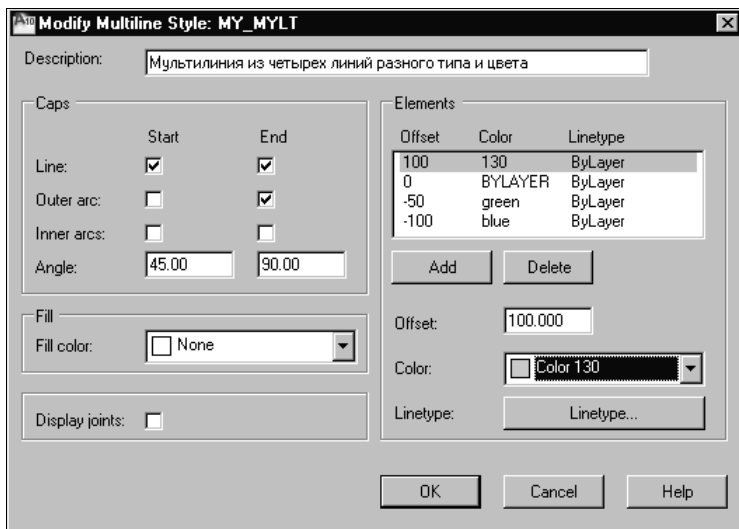

Рис. 7.16. Редактирование стиля мультилинии
4. В появившемся диалоговом окне **Modify Multiline Style** (Редактирование стиля мультилинии) выполните необходимые изменения в свойствах элементов мультилинии (рис. 7.16).